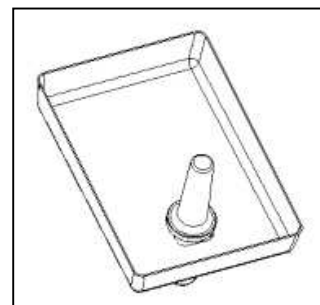

Fig. 5 - Encaixando o moedor
7.3. PREENCHENDO O MOEDOR (ver fig. 5)